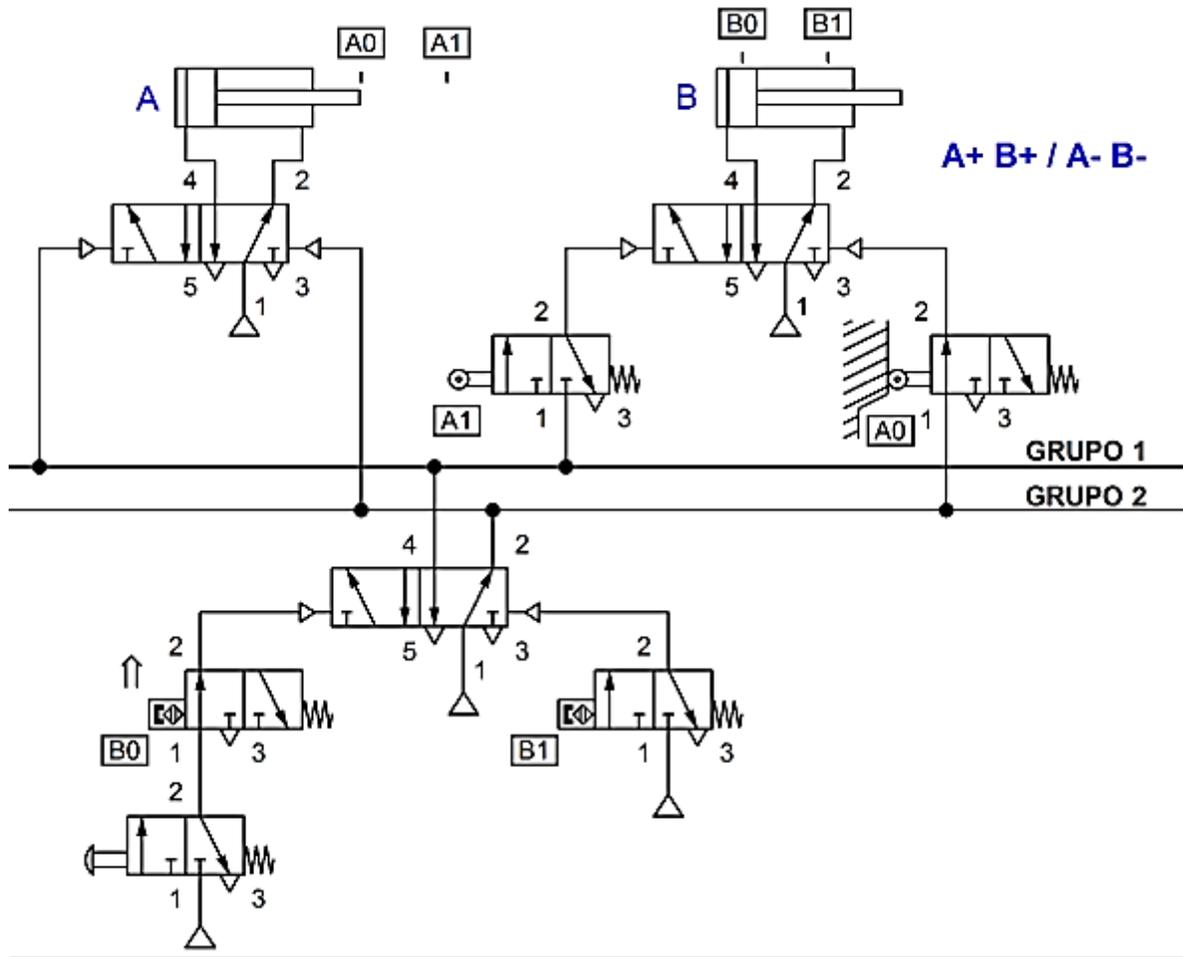

Figura 1.
1. Observe el esquema de la figura 1 e identifique cada elemento que será usado. Coloque la unidad de mantenimiento y el distribuidor en la placa y realice las conexiones entre estos elementos, conectando la unidad de mantenimiento a la toma de aire y el distribuidor común a la unidad de mantenimiento. Fije una presión de 6 bar en la unidad de mantenimiento.